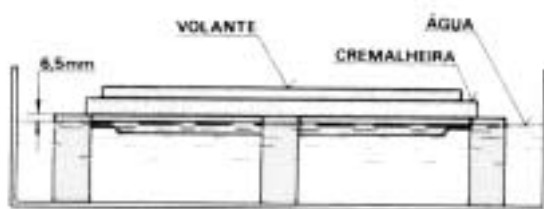

FIG 1
1. Coloque o volante num recipiente adequado, com água limpa e apoiando a cremalheira sobre quatro blocos de metal, de modo que a cremalheira fique aproximadamente 6,5 mm (1/4") acima do nível d'água **Fig. 1**.